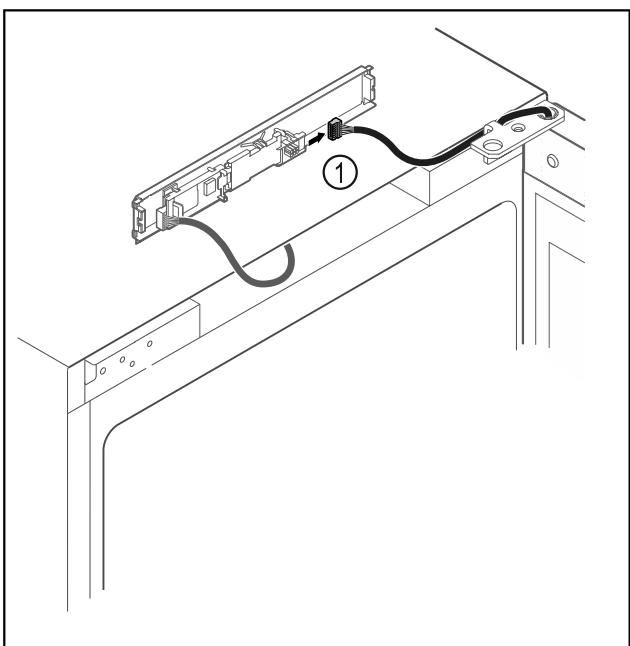

Fig. 19
- ▶ Витягнути штекер Fig. 19 (1) з плити.